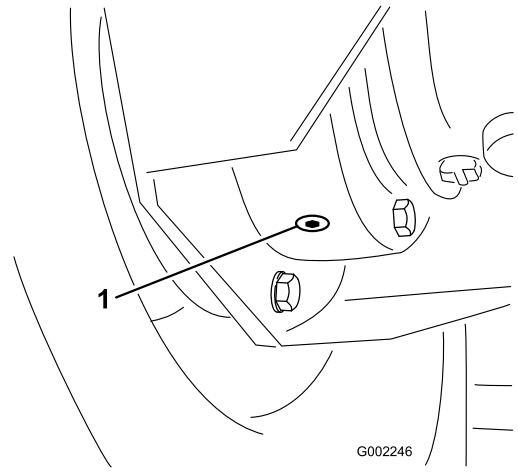

图50
4. 在内侧排油塞下放置一个盘子、然后拆下排油塞（图50）。